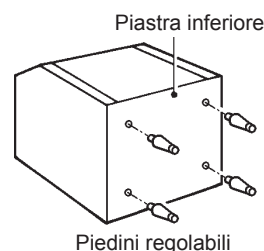

Fig. 3
1) Avvitare completamente i quattro piedini in dotazione (accessori del deposito) sulla parte inferiore del deposito di raccolta cubetti. Vedere Fig. 3.